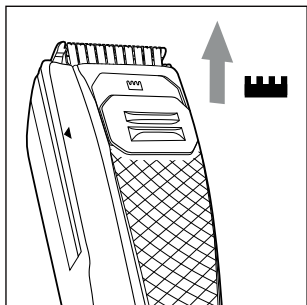

Fig. 6
- 1) Faites glisser le poussoir pour la fonction de désépaississage  **2** vers le haut en position . La fonction de désépaississage intégrée dans la tête de coupe **1** sort par le haut (voir fig. 6).